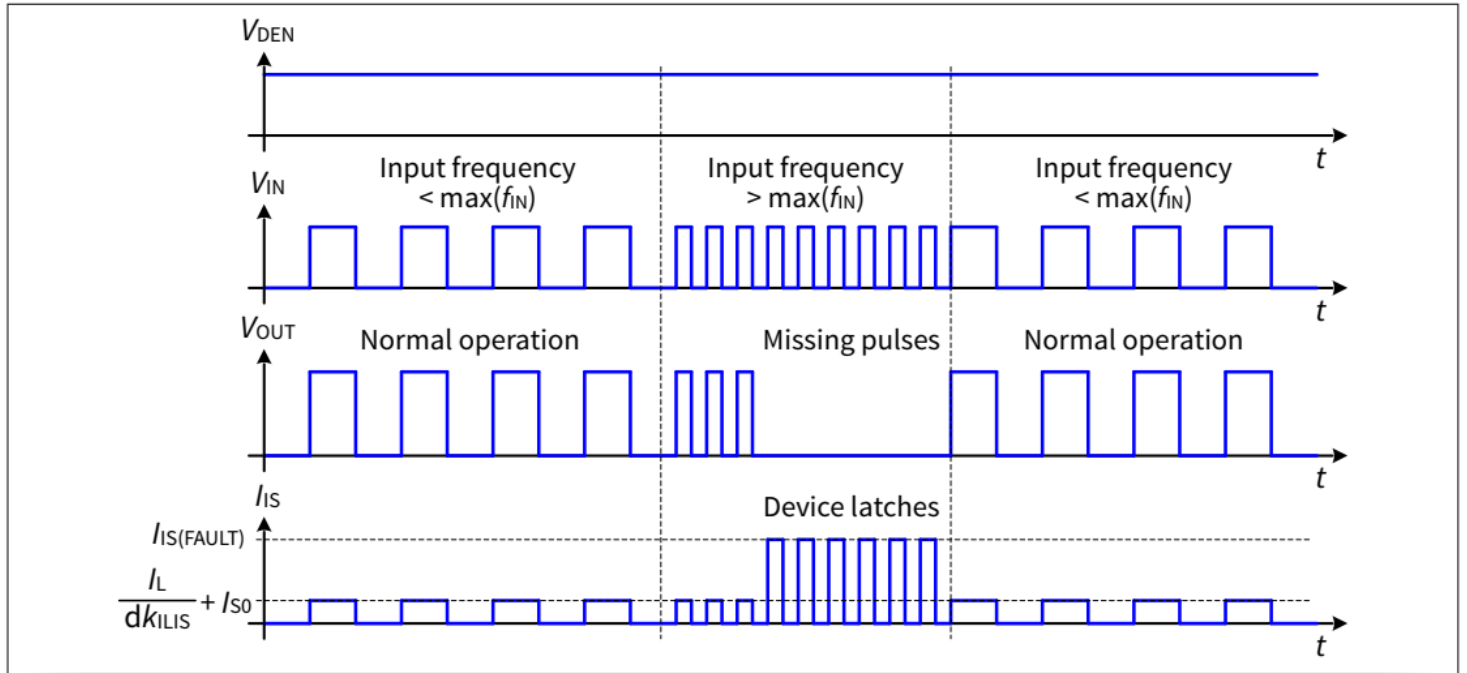

图 16 PWM 操作期间  $f_{IN}$  最大值以上的行为
*注释：该过功率关断还会将PWM的最高工作频率限制在低于  $f_{IN}$ 。参见下方图16：*